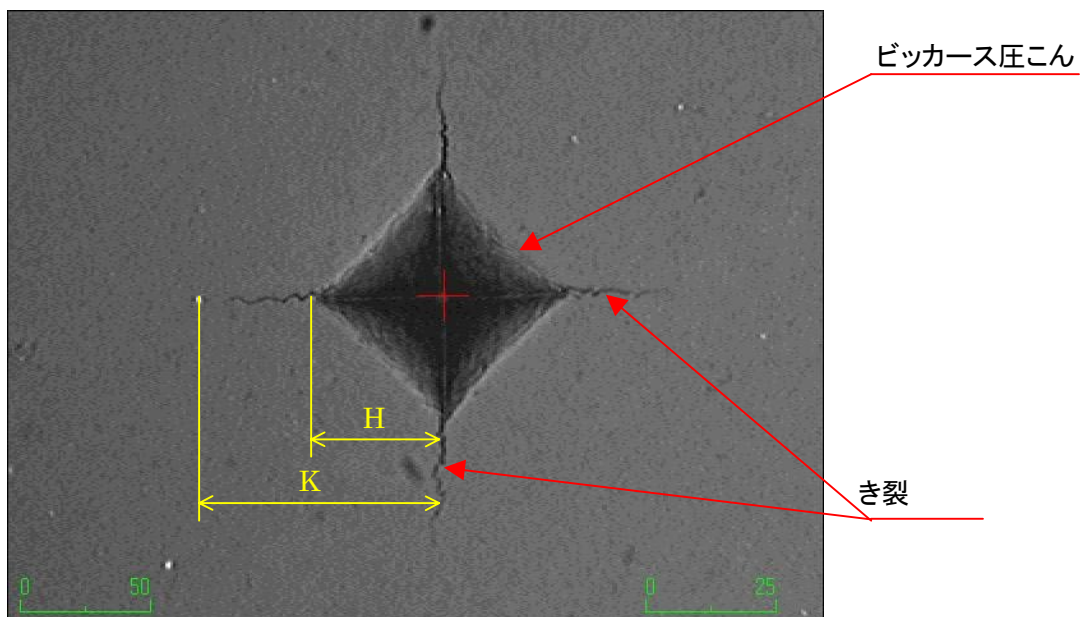

図4 圧こん画像
3) 1)項で試験を行った代表的な「圧こん画像」を図4に示します。